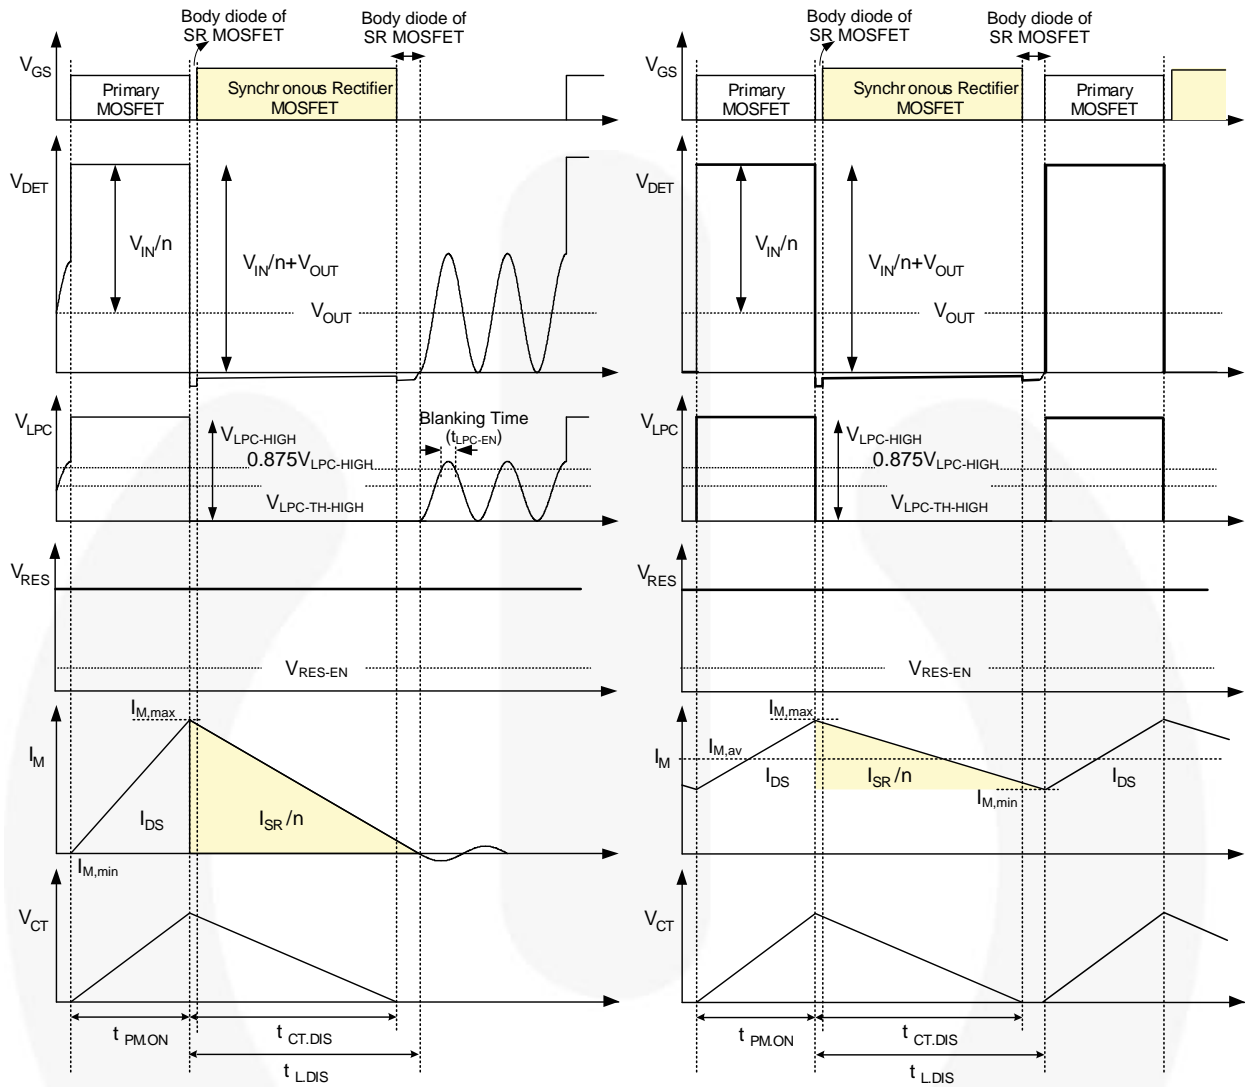
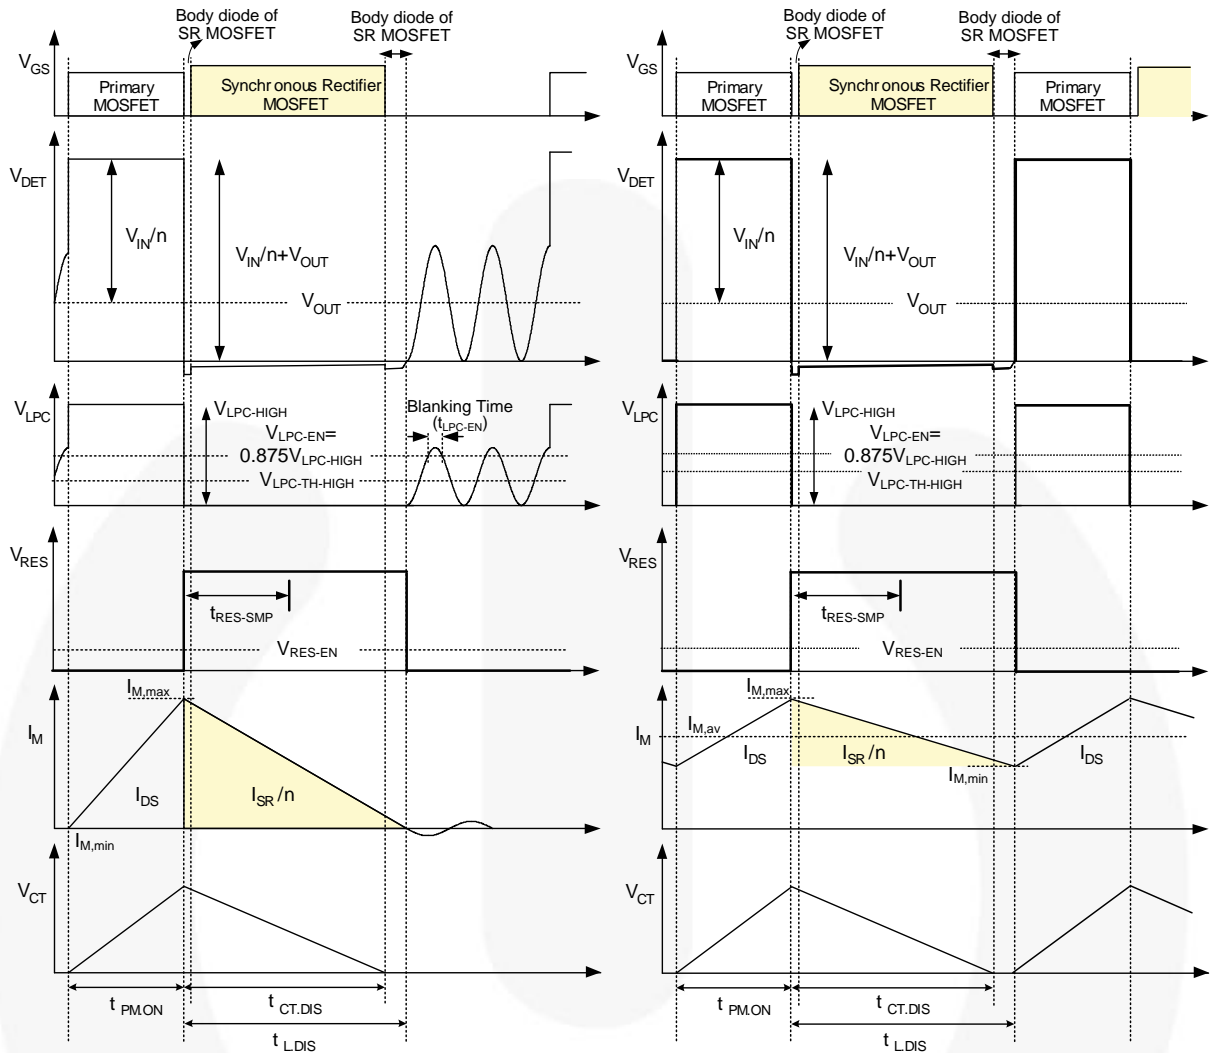
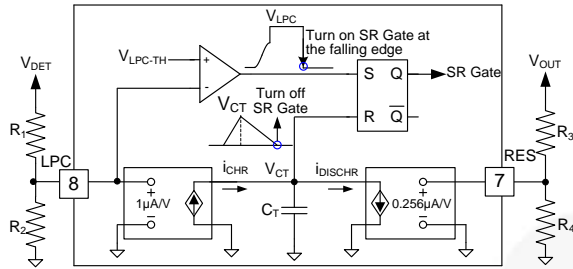

图 25. 适用于低侧应用的 CCM 和 DCM/QR 反激式中线性预测时序控制的波形
图 26. 适用于高侧应用的 CCM 和 DCM/QR 反激式中线性预测时序控制的波形
图 27. 简化的线性预测块
SR MOSFET 关断时序由线性预测时序控制确定，并且工作原理基于伏秒平衡定理，该定理说明：稳态情况下开关周期中的电感平均电压为零，因此充电电压和充电时间的乘积等于放电电压和放电时间的乘积。在反激式转换器中，励磁电感的充电电压为输入电压 (V_{IN})，而放电电压为反映输出电压 (nV_{OUT})，如图 25 中所示的典型波形。可得出下列等式：
FAN6224 使用具有两组分压器的 LPC 和 RES 引脚以分别感测 DET 电压 (V_{DET}) 和输出电压 (V_{OUT})；因此可获得 V_{IN}/n 、 $t_{PM,ON}$ 和 V_{OUT} 。由此可知， $t_{L,DIS}$ (SR MOSFET 导通时间) 可根据等式 1 预测。如图 25 所示，当 SR MOSFET 体二极管开始导通且 DET 电压下降至零时，SR MOSFET 会导通。通过线性预测时序控制可关断 SR MOSFET。
线性预测时序控制电路使用内部时序电容 (C_T) 生成反激式转换器励磁电流的副本 (V_{CT})，如图 27 所示。使用内部电容电压，可间接检测电感放电时间 ($t_{L,DIS}$)，如图 25 所示。当 C_T 放电至零时，SR 控制器关断 SR MOSFET。
参考图 25，当 LPC 电压在一段消隐时间 ($t_{LPC.EN}$) 后高于 $V_{LPC.EN}$ ，并低于 $V_{LPC.TH-HIGH}$ (1.22 V)，则可触发 SR MOSFET。因此， $V_{LPC.EN}$ 必须大于 $V_{LPC.TH-HIGH}$ ，否则 SR MOSFET 无法导通。因此，在设计 LPC 的分压器时，考虑到容差， R_1 和 R_2 应满足等式：
对于高侧应用，如图 2 所示，额外辅助绕组 (N_3) 用于为控制器提供电压。为检测输出电压，RES 引脚通过一组分压器连接至辅助绕组。如图 26 所示，当 SR MOSFET 或其体二极管传导时， V_{RES} 与 V_{OUT} 成正比。因此， V_{OUT} 的信息在初级端 MOSFET 关断后在 $t_{RES-SMP}$ 采样。因此，等式 (4) 可重新表达为：
处于稳态的 CCM 操作的典型波形如图 25 和图 26 的右侧所示。当初级端 MOSFET 导通时，能量存储在 L_m 中。在初级端 MOSFET 的导通时间内 ($t_{PM,ON}$)，励磁电流 (I_m) 从 $I_{m,min}$ 至 $I_{m,max}$ 呈线性增大。同时，内部时序电容 (C_T) 由与 V_{IN} 成正比的电流源 ($i_{CHR} \cdot i_{DICH}$) 充电，因此 V_{CT} 也呈线性增大。
在 DCM/QR 工作时，当初级端 MOSFET 关断时，存储在 L_m 中的能量在初级端 MOSFET 的关断时序完全释放到输出中。因此，DET 电压持续谐振直至初级端 MOSFET 导通，如图 25 中所述。在 DET 电压谐振时，DET 电压和 LPC 电压由谐振降至零，这可触发 SR MOSFET 导通。为避免 DCM 工作中 SR MOSFET 的故障触发，对 LPC 电压引入了消隐时间。即使 LPC 电压降至低于 $V_{LPC-TH-HIGH}$ ，SR MOSFET 也不会导通，除非 LPC 电压保持高于 $0.875 V_{LPC-HIGH}$ 持续较消隐时间 (t_{LPC-EN}) 更长的时间。一旦 SR MOSFET 关断，SR MOSFET 的导通时序即被栅极抑制时间 ($t_{INHIBIT}$) 抑制，以避免故障触发。